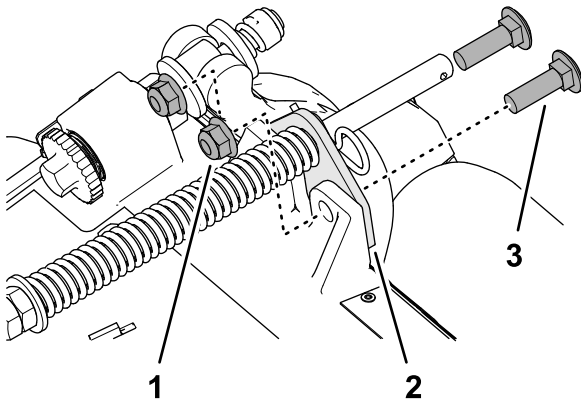

Bild 7
- Entfernen Sie die beiden Sicherungsbundmutter ($\frac{3}{8}$ ") und die beiden Schlossschrauben ($\frac{3}{8}$ " x $1\frac{1}{4}$ "), mit denen die Halterung des Rasenkompensierung am Rahmen des Mähwerks befestigt ist (**Bild 7**).